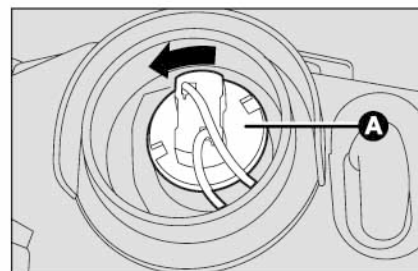

Рис. 22
- поверните патрон **A** (рис. 22) лампы против часовой стрелки и извлеките его из корпуса фонаря;